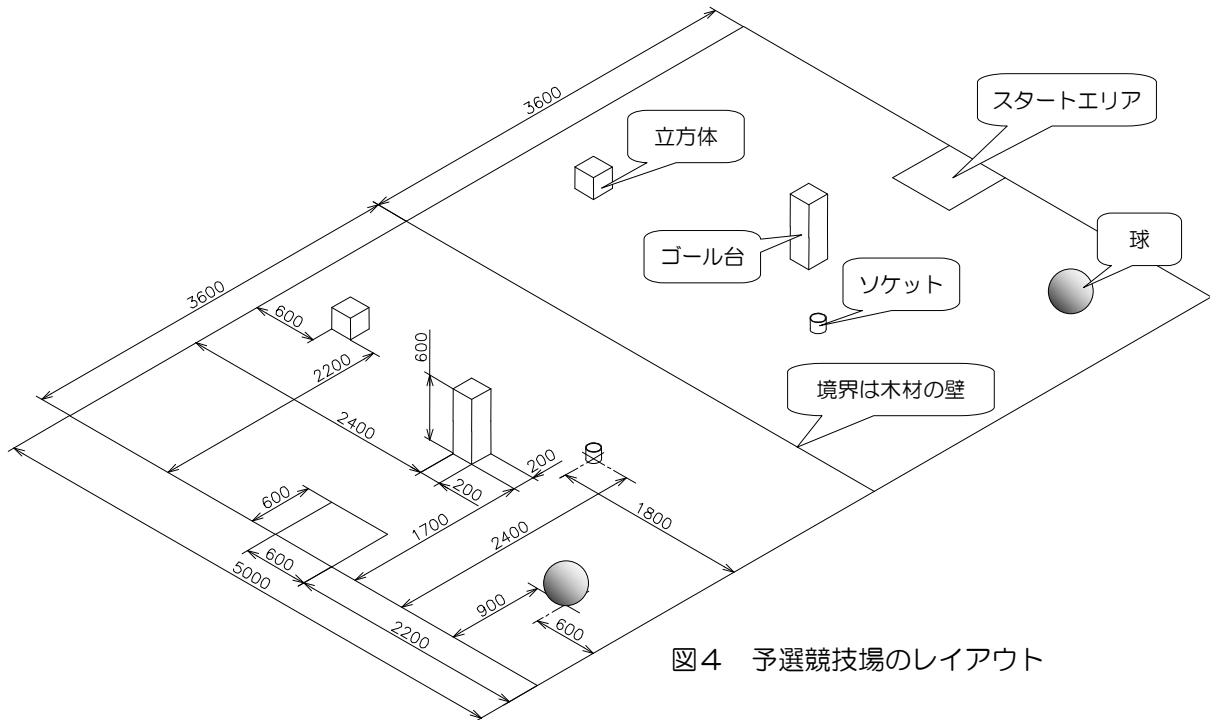
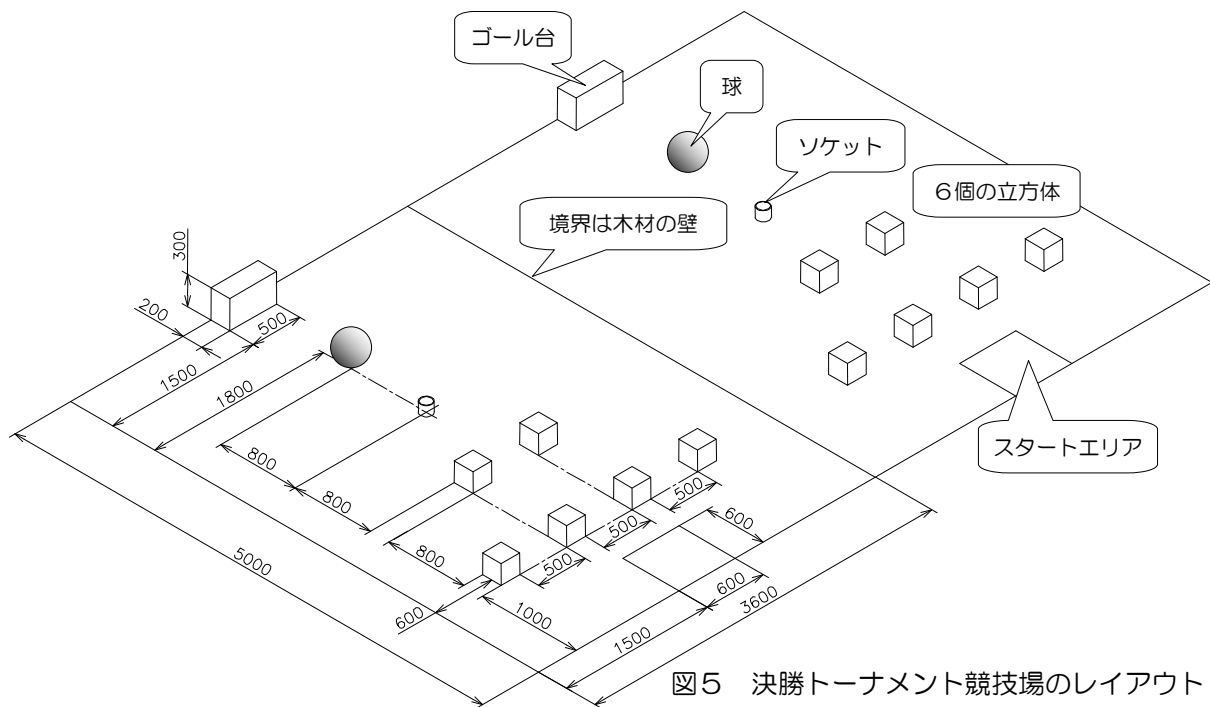

図4 予選競技場のレイアウト
図5 決勝トーナメント競技場のレイアウト
3. 競技場概要【予選競技場（図4）、決勝トーナメント競技場（図5）】
(1) 対戦相手は予選順位を基に下のよう決定します。同一校同士が同ブロックに入っても調整はしません。
- (2) 操縦者は1名です。コントローラからの制御コードの取り扱いも操縦者が行います。
- (3) 操縦者は競技開始10分前にロボットを持って競技受付へ来て下さい。合図が出たら、操縦者はロボットをスタートエリアにセットします。それぞれのワークを、図5の決勝トーナメント競技場のレイアウトのように、審判がセットします。
- (4) スタートの合図で計時が開始されます。